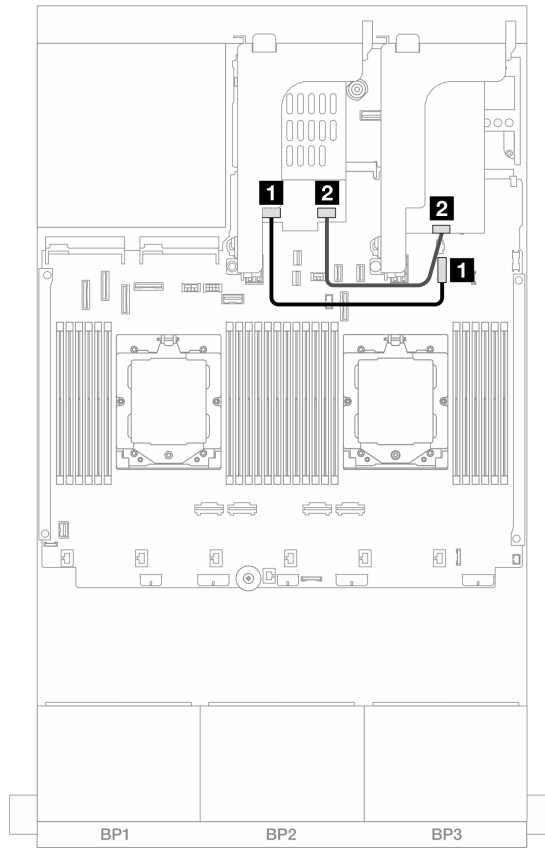

図 326. RAID ケーブル配線
- 385 ページの 図 326 「RAID ケーブル配線」